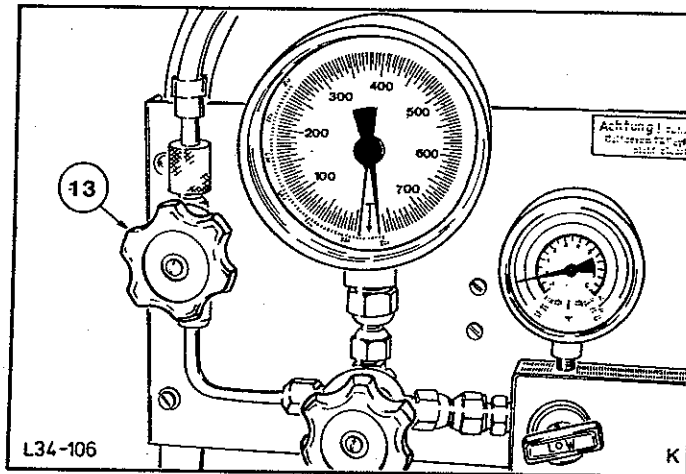

Abb.19 Evakuierventil (13)
7. Ventil (13), Abb.19, schließen. Der Zeiger am Torrmetric muß jetzt stehenbleiben, andernfalls besteht am Gerät oder dem Kältemittelflaschenventil eine Undichtigkeit (gegebenenfalls suchen und beheben).